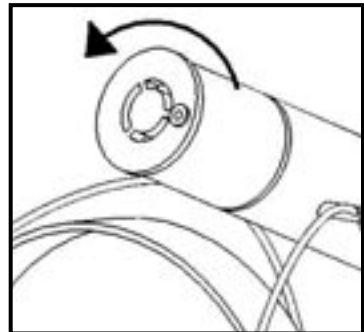

Figura 5: Extracción del módulo iluminador v600
4) Saque el módulo iluminador viejo del tubo óptico haciéndolo girar en el sentido opuesto a las agujas del reloj, como se halla indicado en la Figura 5.